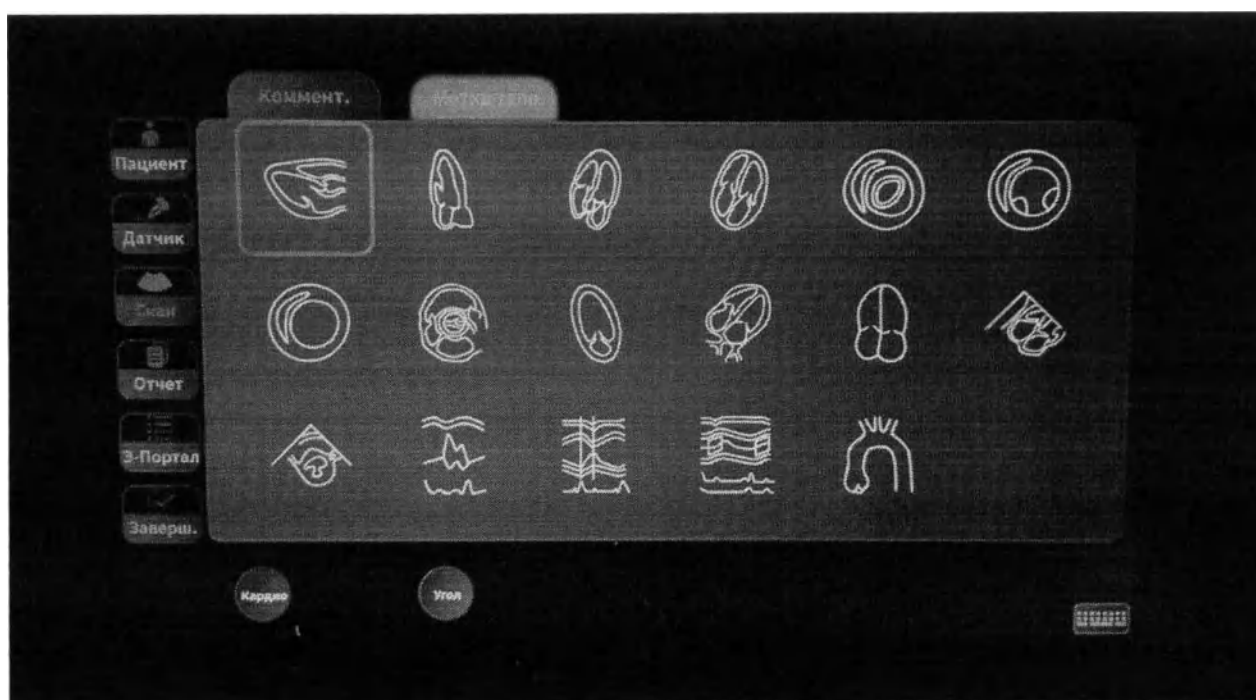

Рисунок 26
- Схема расположения представлена на рис. 26.